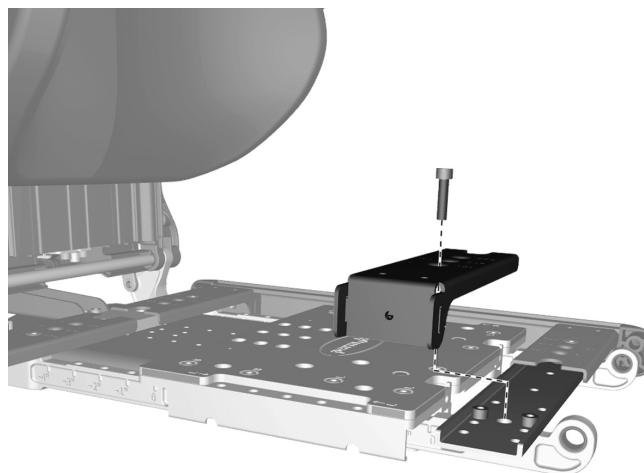

Bild 117. UniTrack-skenornas främre fäste.
7. Demontera UniTrack-skenornas främre fäste. Se bild. 117.
2. Montera UniTrack-skenornas främre fäste. Se bild. 117.